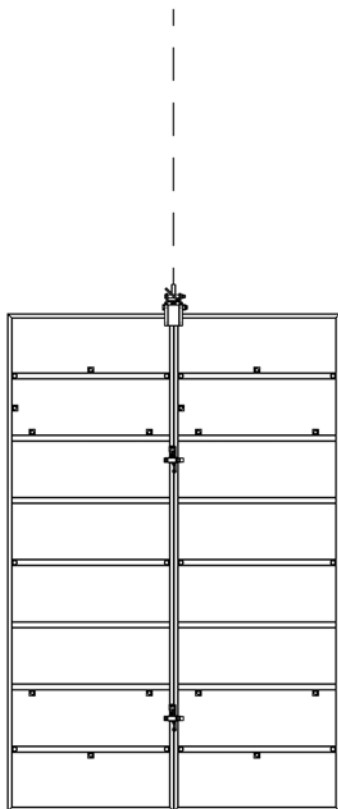

Fig. 94 :
- Pour deux modules, fixer le crochet grue à la jointure de deux modules (figure 94).